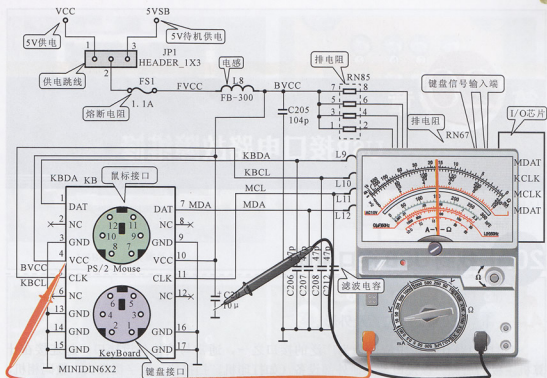

图 19-16 检测供电电压
使用万用表检测电路中的④脚和⑩脚的供电，在检测④脚时，万用表指针指示数值为5V，表明该接口供电电压正常，如图19-16所示。